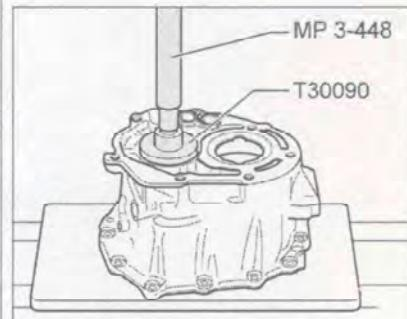

Рис. 7.242. Установка роликоподшипника первичного вала.
6. Запрессуйте роликоподшипник первичного вала с помощью специального инструмента (рис. 7.242).